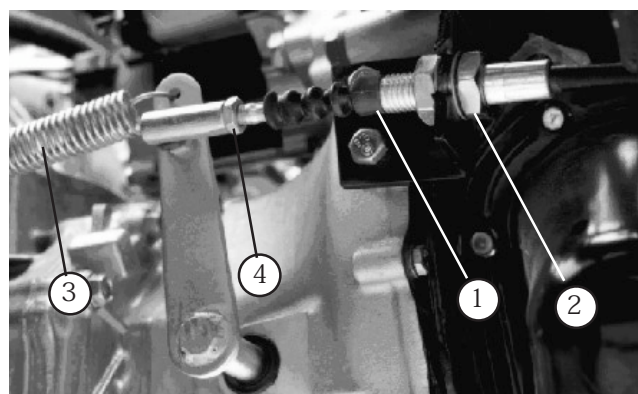

図 62
1. クラッチ・ケーブルをベル・ハウジングのブラケットに固定しているジャムナットをゆるめる(図 62)。